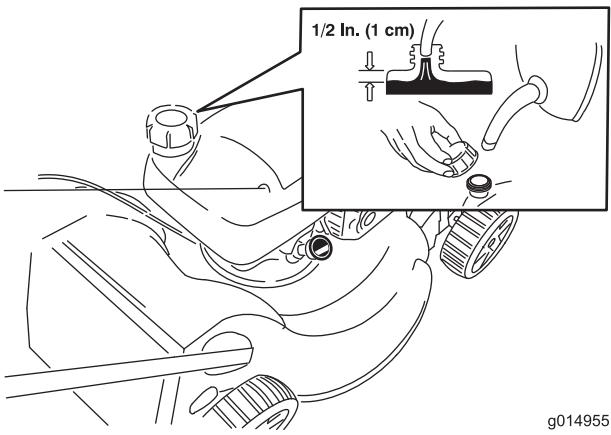

Bild 13
- Reinigen Sie den Bereich um den Tankdeckel und nehmen den Deckel ab (Bild 13).